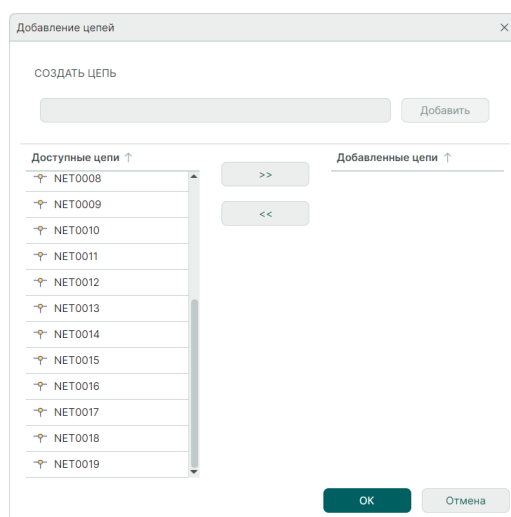

Рис. 194 Окно «Добавление цепей»
1) В окне редактора цепей шины в режиме «Список» нажмите кнопку «Добавление цепей». Откроется окно «Добавление цепей», см. Рис. 194.